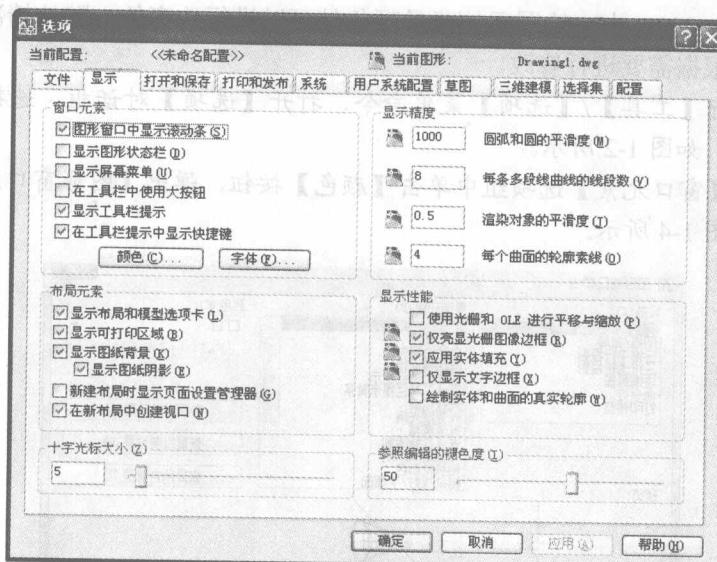

图 1-2 【选项】对话框
执行以上命令后，弹出【选项】对话框，如图 1-2 所示。
- 步骤一** 执行【工具】/【选项】菜单命令，打开【选项】对话框，选择【显示】选项卡，如图 1-2 所示。